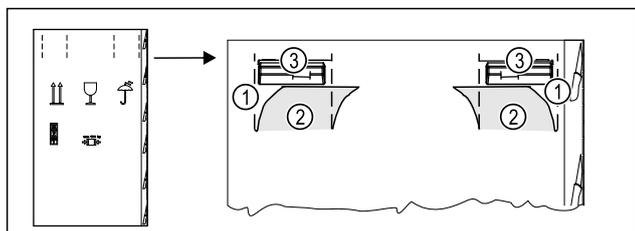

Fig. 5
- ▶ 按下包装箱顶部的易撕条 Fig. 5 (1)。
- ▶ 拉出已压入的箱体挡板 Fig. 5 (2)。
- ▶ 可看见左右提手 Fig. 5 (3)。
- ▶ 抓住冰箱的提手 Fig. 5 (3)。